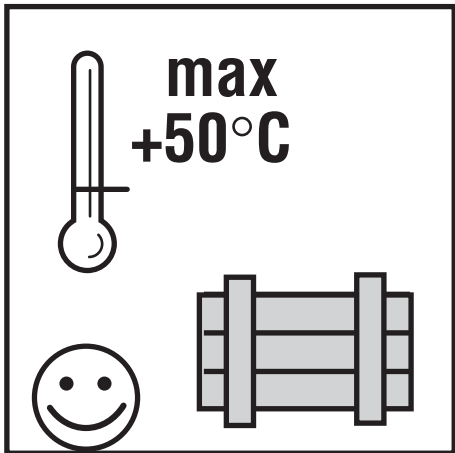

Fig.: 7
- Não deixar o motor exposto a temperaturas superiores a $+50^{\circ}\text{C}$, caso contrário poderia haver perdas do líquido do motor (Fig.: 7)